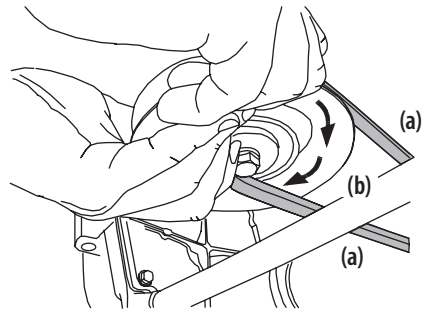

Figure 42
- Tout en maintenant la courroie de la PDF (a) vers le bas, continuez à faire tourner la poulie de la PDF (b) jusqu'à ce que la courroie de la PDF (a) se déroule de la poulie de la PDF (b). Consultez la Figure 42.
8. Tirez le côté droit de la courroie de la PDF vers l'arrière, puis placez le côté en « V » étroit de la courroie de la PDF dans la poulie de la PDF. Consultez la Figure 42.
9. Tout en tenant ensemble la courroie et la poulie de la PDF, faites tourner la poulie de la PDF vers la gauche (consultez la Figure 42). Continuez à tenir et à faire tourner la poulie et la courroie de la PDF jusqu'à ce que la courroie de la PDF soit complètement enroulée dans la poulie de la PDF.